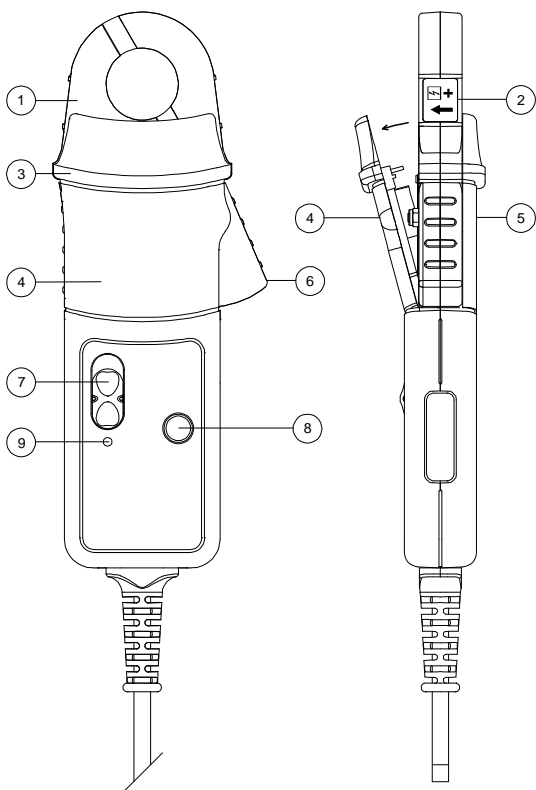

Bild 1
- Halten Sie die Stromzange nirgends hinter der Sicherheitsbarriere (siehe Bild 1).
Die LED blinkt, wenn die minimale Batteriespannung erreicht wird. Siehe Bild 1. Gehen Sie wie folgt vor:
Lösen Sie die Schraube am Batteriefachdeckel. Heben Sie die Abdeckung um 30° und ziehen Sie diese gerade vom Rumpf der Stromzange, wie in Bild 1 dargestellt. Ersetzen Sie die Batterie, schliessen Sie das Batteriefach und drehen Sie die Schraube fest.